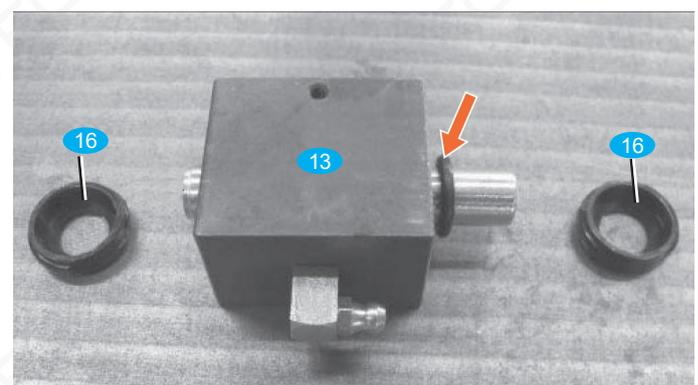

Bild 1: Zusammenbau der Kugelumlaufspindel
- Sicherungsringe (Bild 1, roter Pfeil) von der Montagehülse abziehen und beidseitig einen Schmutzabstreifer  in die Kugelumlaufmuttern  eindrücken.
- Kugelumlaufmutter so auf die Kugelumlaufspindel  aufdrehen, dass der Schmiernippel zur Festlagerseite der Kugelumlaufspindel zeigt (Bild 1).